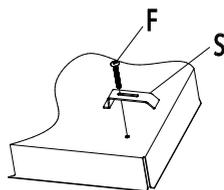

Fig. 10
- O kit de fixação que acompanha o produto é composto de suportes especiais e parafusos [fig. 10 - "S" e "F"] e material para evitar a infiltração de líquidos no tampo [massa de calafetar para isolamento].
Na parte inferior deve ser encaixado o suporte "S" [fig. 10].